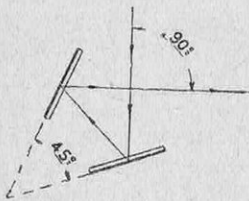

FIG. 3. — ÉQUERRE OPTIQUE
(1) Une équerre optique (fig. 3) est formée de deux surfaces argentées disposées à 45° ; il est facile de vérifier que le rayon (supposé dans le plan de la figure), après sa double réflexion, fait avec la direction incidente un angle double de celui des surfaces argentées, soit 90° , et ceci, même si l'équerre optique n'est pas normale au rayon incident. C'est le Colonel Goullier, qui, en précurseur éclairé, appliqua le premier, dès 1864, les équerres optiques à la télémétrie.